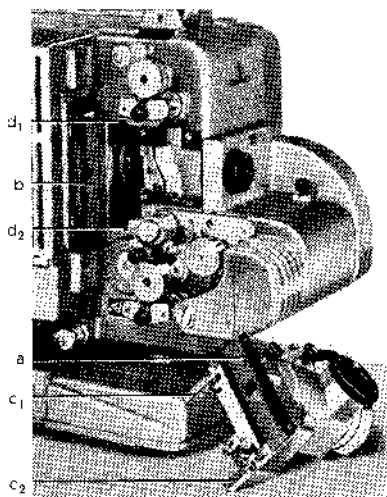
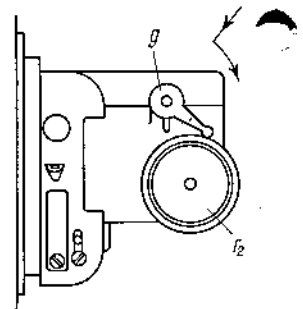

Bild 26 Projektor mit abgenommenem Objektivträger
Bild 33
Gereinigt werden die am Objektivträger befestigte Andruckplatte a (Bild 26) des Filmkanals und das gegenüberliegende federnde Bildfenster b. Zur Reinigung dieser Teile wird der Objektivträger abgenommen (siehe Seite 30, Ausbau und Einbau des Objektivträgers).
3. Hebel g (Bild 33) in axialer Richtung herausziehen und bis zum Anliegen auf dem Objektivstellknopf (r_2) drehen.
Der Einbau erfolgt in umgekehrter Reihenfolge. Dabei ist zu beachten, daß der Hebel g , wie in Bild 33 dargestellt, steht. Die Führungsleisten c_1 und c_2 (Bild 26) müssen in die Nuten d_1 und d_2 eingreifen, während der Objektivträger ohne Verkanten mit beiden Händen in die Führung am Projektor gedrückt und in Richtung Bildfenster bewegt wird.